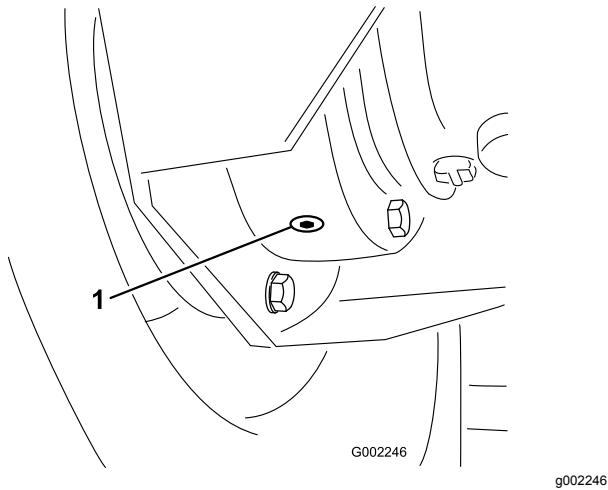

Figura 78
4. Coloque un recipiente debajo del tapón de vaciado interior y retire el tapón (Figura 78).